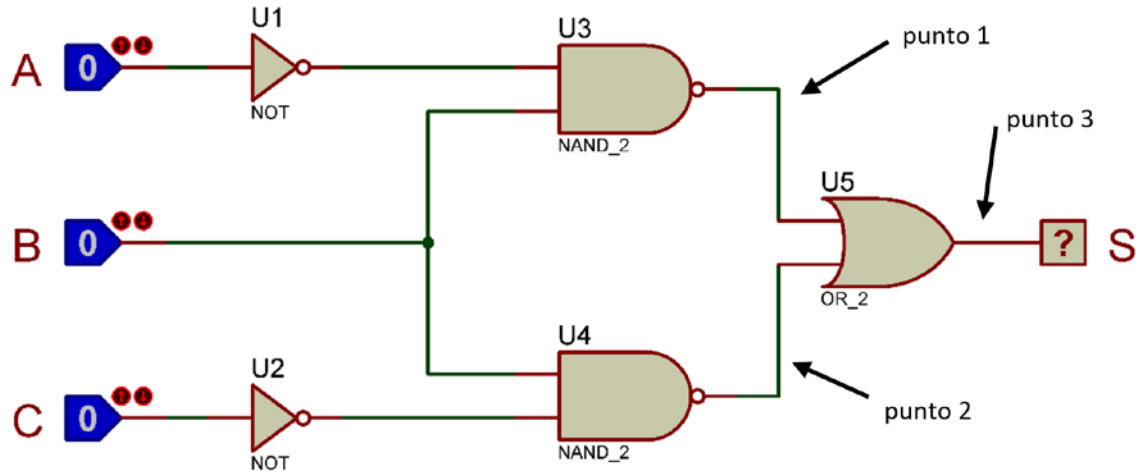

Figura 1 Circuito digital combinacional 1
13.- A la vista del circuito digital combinacional del supuesto práctico (Figura 1), ¿Cuál será la señal de salida marcado como punto 1?
14.- A la vista del circuito digital combinacional del supuesto práctico (Figura 1), ¿Cuál será la señal de salida marcado como punto 2?
15.- A la vista del circuito digital combinacional del supuesto práctico (Figura 1), ¿Cuál será la señal de salida marcado como punto 3?
17.- A la vista del circuito digital combinacional del supuesto práctico (Figura 1), ¿Cuál será la tabla de verdad que se va a poder observar en el punto 1 (P1)?
18.- A la vista del circuito digital combinacional del supuesto práctico (Figura 1), ¿Cuál será la tabla de verdad que se va a poder observar en el punto 2 (P2)?
19.- A la vista del circuito digital combinacional del supuesto práctico (Figura 1), ¿Cuál será la tabla de verdad que se va a poder observar en el punto 3 (P3)?